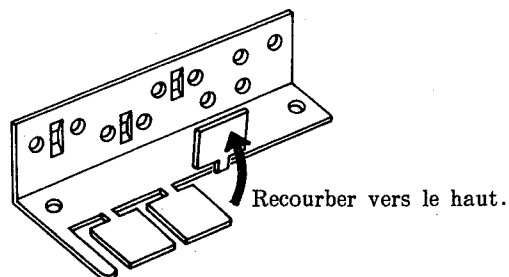

Fig.36
- (6) Recourber vers le haut la coiffe de l'évidement de fixation du compensateur de traction de l'angle de support du câble comme il est montré à la Fig.36, et fixer l'angle à la plaque de fixation du câble avec les vis.